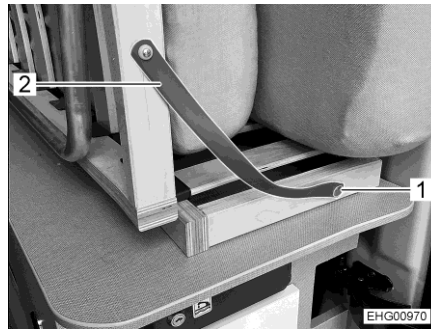

Bild 70 Halteband am rechten Bettrost
- Druckknopf (Bild 70,1) des Haltebands (Bild 70,2) vom starren Teil des rechten Bettrosts lösen.
- Zusätzlich beweglichen Teil des Bettrosts mit Halteband (Bild 70,2) sichern. Dazu Druckknopf (Bild 70,1) des Haltebands am starren Teil des rechten Bettrosts befestigen.